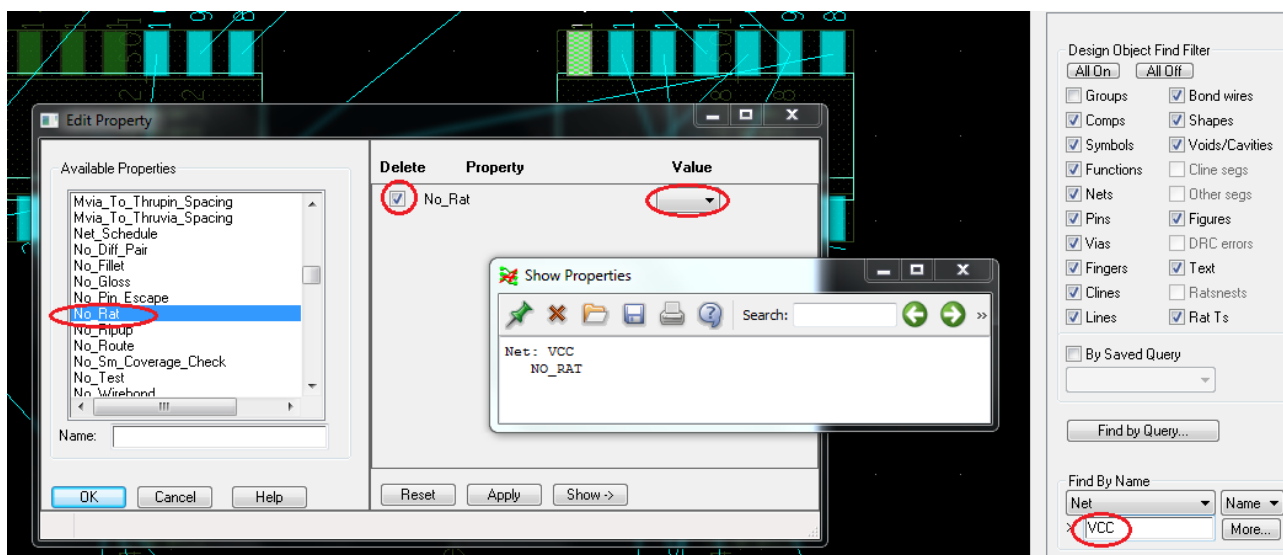

Рис. 21.43. Установка свойства No_Rat для цепей VCC
3. Введите VCC и нажмите кнопку More (рис. 21.43)
4. Выберите свойство NO_RAT в списке Available Properties. Установленные свойства отображаются в панели на правой части диалогового окна (рис. 21.43).